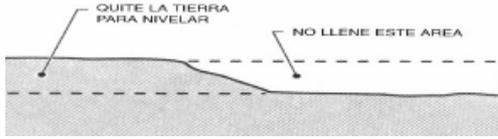

fig. 4
- Con la ayuda de un rastrillo o una tabla y un nivel iremos igualando y tapando los huecos con arena (fig. 4).